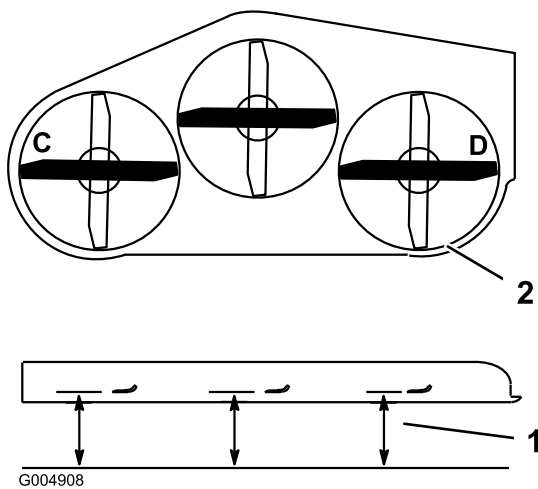
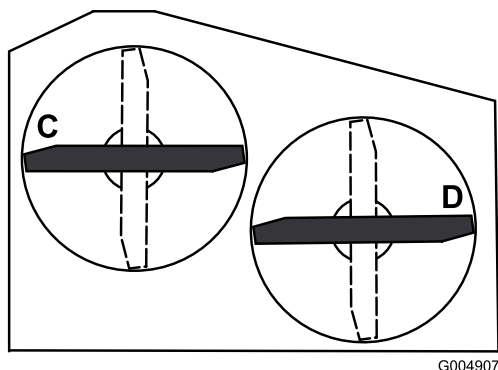

Figure 85
Figure 86
2. Tournez les lames pour les mettre parallèles dans le sens transversal. Mesurez la distance aux points **C** et **D** entre une surface plane et le bord coupant des pointes des lames (Figure 85). Pour les plateaux de coupe 36 pouces, reportez-vous à la Figure 86.